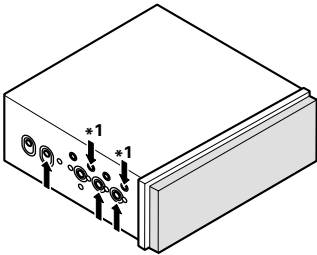
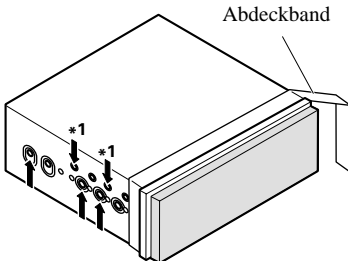
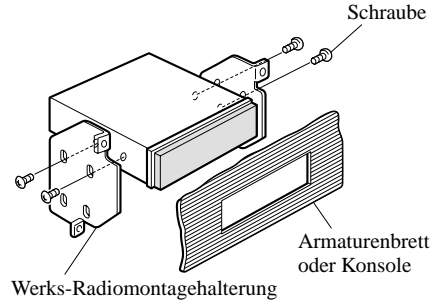

Abb. 13
Abb. 14
Abb. 15
- Anbringen dieses Produkts an die Werks-Radiomontagehalterung. (Abb. 13) (Abb. 14) (Abb. 15)